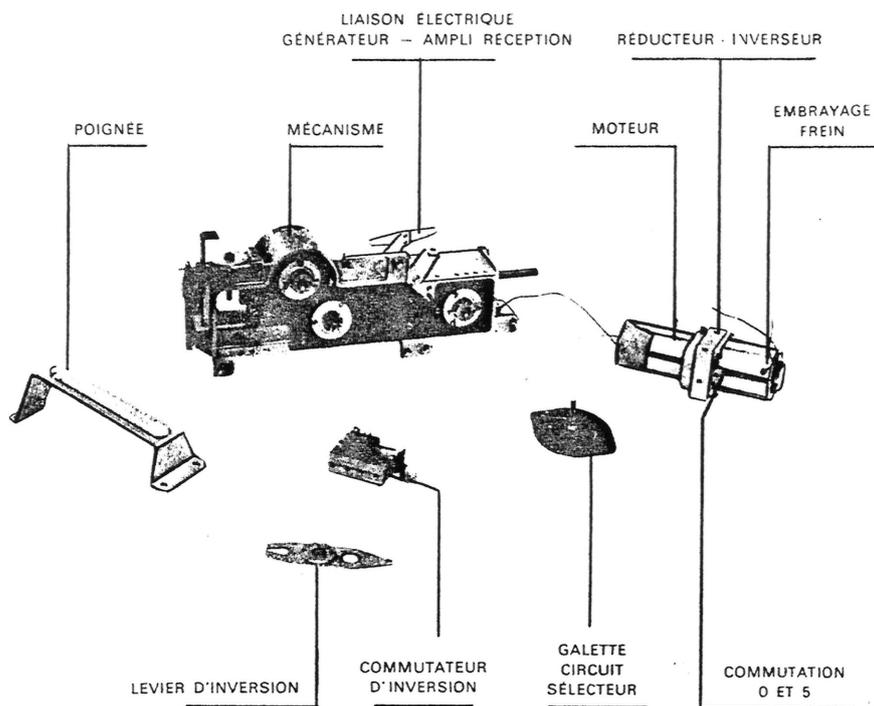

Figure 9 - Mécanisme démonté
Réducteur-Inverseur (Fig. 9)
- Pour retirer le noyau mobile de l'embrayage, retirer le circlips placé côté carter intermédiaire et extraire le noyau du côté opposé (Fig. 9)
DEMONTAGE DE LA COMMANDE D'INVERSION DE FIN DE COURSE (Fig. 9)